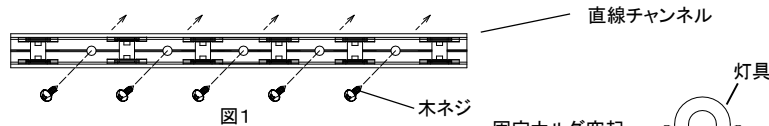

図1
- (1) 直線チャンネルを必要な長さに切断します。灯具の寸法調整を行う場合は、上記の「製品の現場切断について」の欄を参照してください。
- (2) 直線チャンネル切断面のバリをきれいに除去します。バリがあると、LED不点灯や故障・感電・火災の原因になります。
- (3) 図1のように直線チャンネルを平面にネジで固定します。取付面の材質に応じたネジを選定してください。木に固定する場合の推奨: 木ネジ 呼び径3.1 丸頭ネジ